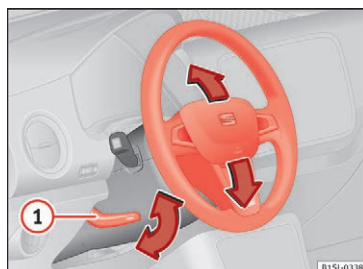

Fig. 17 Mekanisk indstilling af ratposition
- Bevæg armen ☞ Fig. 17 ① nedad.